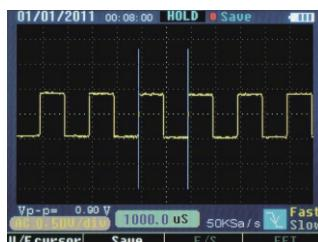

图 2-11-1
- 在切换左右光标的同时也切换了频率与周期的显示方式。激活左光标则显示频率，激活右光标则显示周期。见图 2-11-1